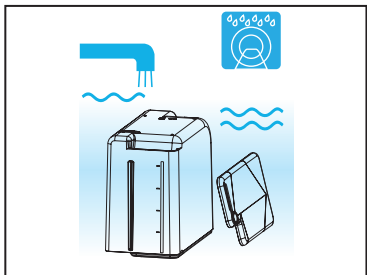

图 4
4. 用温水冲洗牛奶罐和盖子（必要时，用温和的清洁剂清洗牛奶罐）（参见图 4）。